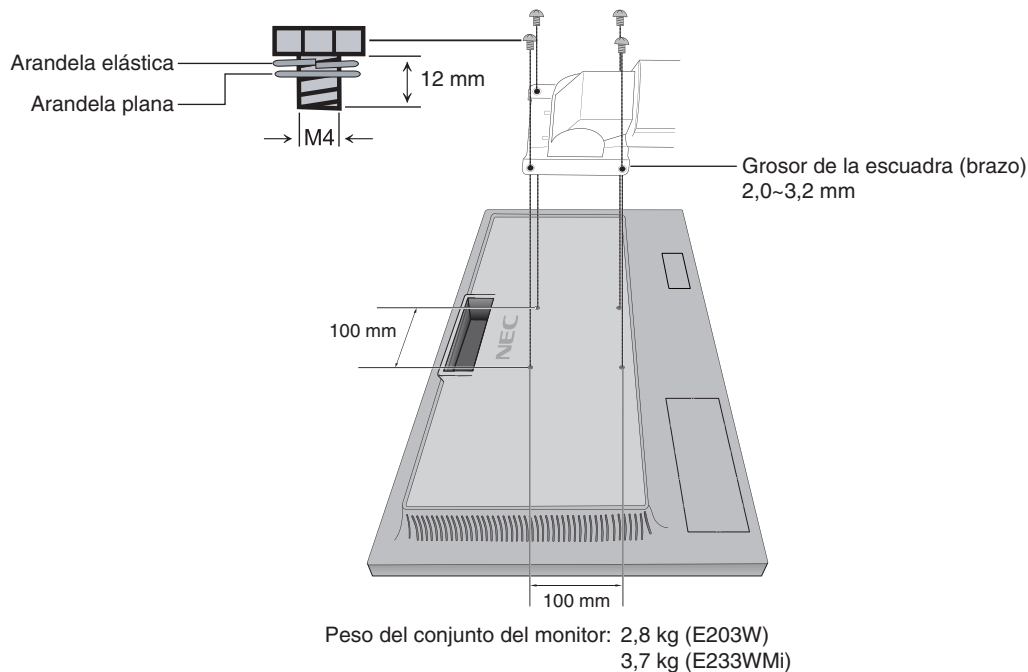

Figura F.1
2. Utilice los 4 tornillos que retiró del soporte o los tornillos especificados para fijar el brazo al monitor (**figura F.1**).
⚠ PELIGRO: Utilice ÚNICAMENTE los 4 tornillos que retiró del soporte o los tornillos especificados (**figura F.1**) para evitar dañar el monitor o el soporte.